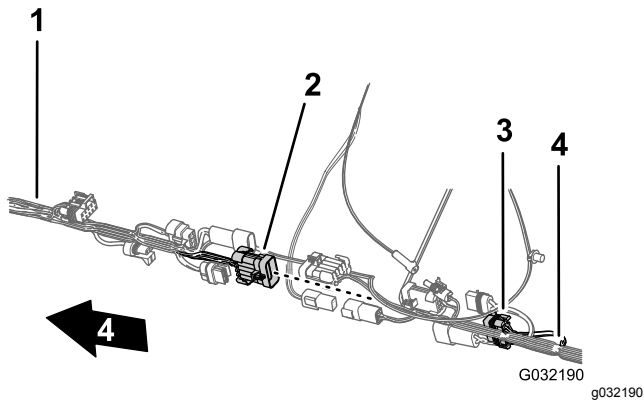

图119
6. 把用于打药车线束互连的前线束 10 针接头连接至用于打药车线束互连的后线束 10 插槽接头图119。